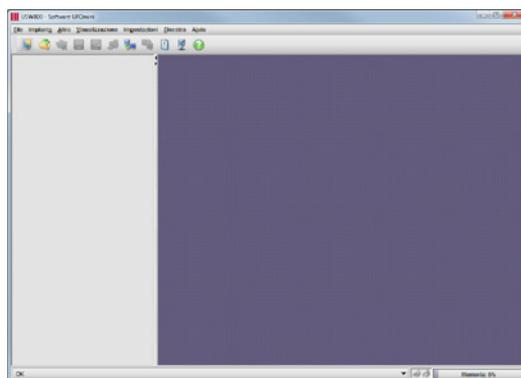

Fig. 2: Interfaccia utente di USW 800 dopo il primo avvio
- ⇒ Viene visualizzata l'interfaccia utente di USW 800 (Fig. 2).